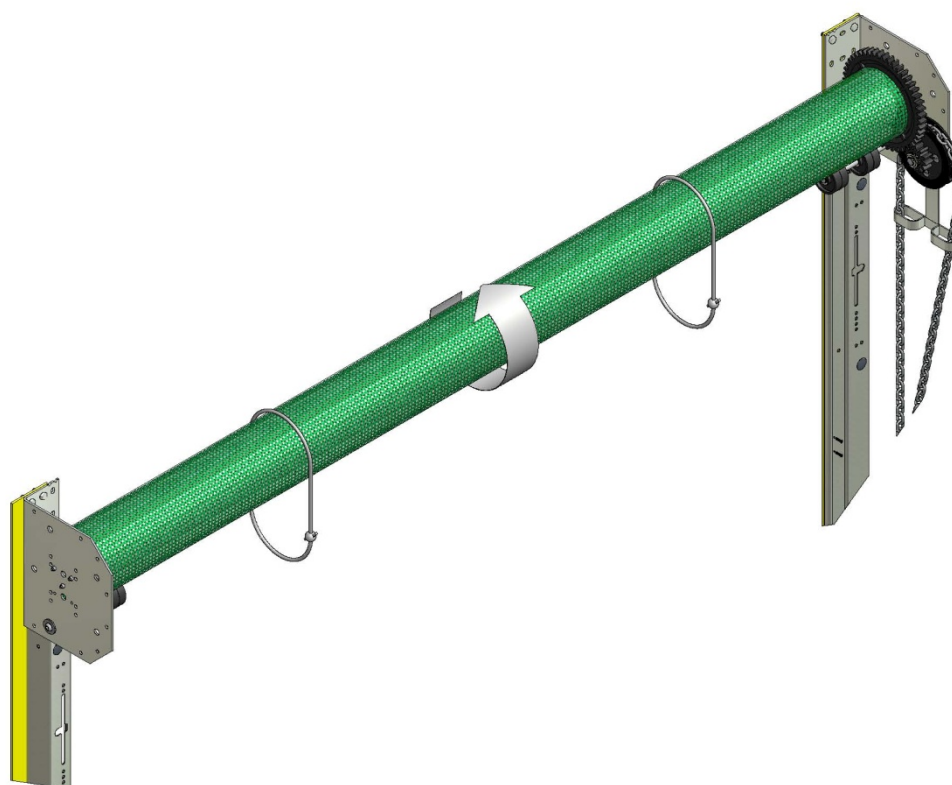

Figure 14, tension du ressort
13. Appliquez une pré-tension sur le mécanisme à ressort en tournant l'ensemble rouleau dans la direction indiquée par la figure 14. Ceci est effectué en tirant sur la chaîne extérieure. Le nombre de tours de pré-tension est indiqué dans le tableau ci-dessous. Lorsque le nombre de tours requis a été atteint, bloquez la chaîne d'entraînement dans le guide-chaîne (O1).